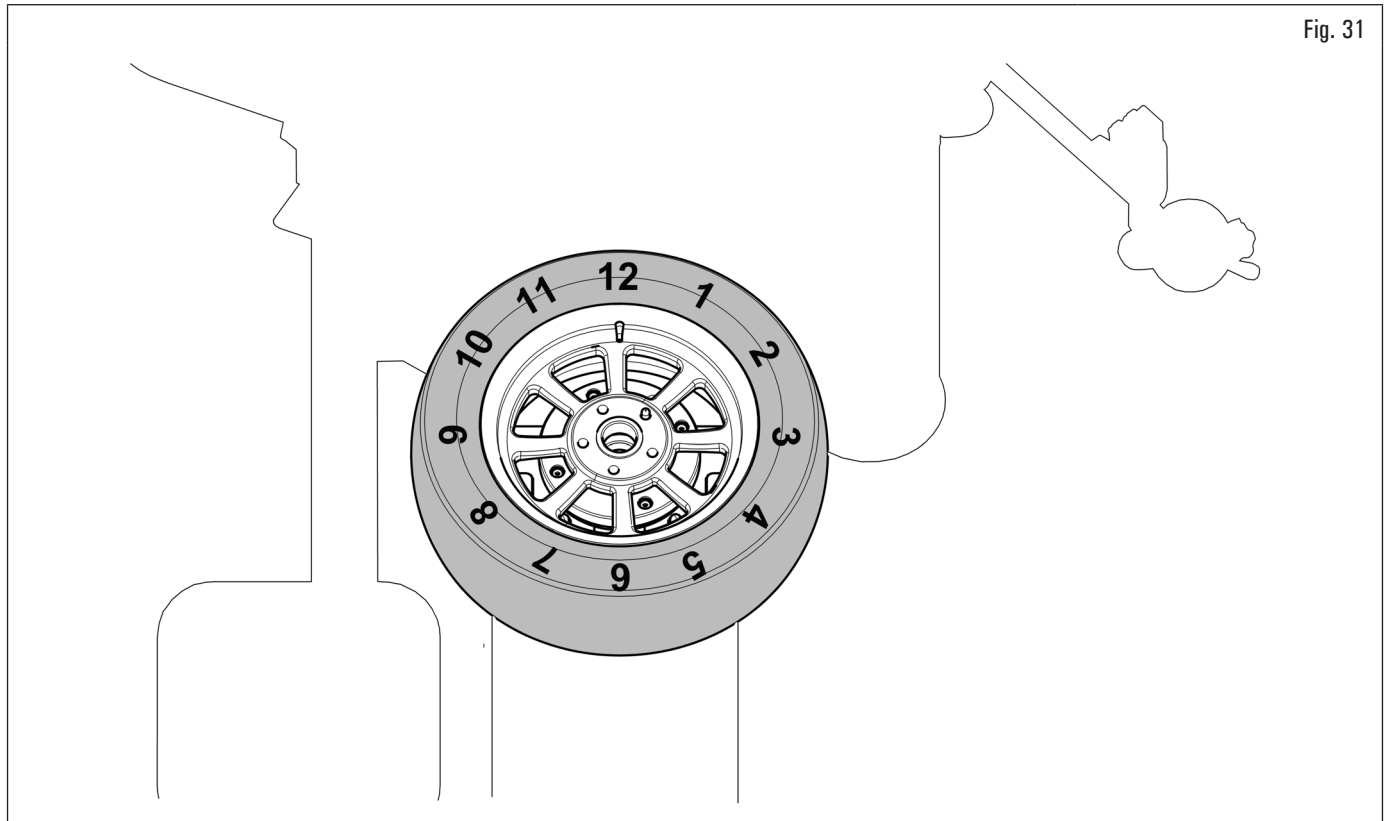

Fig. 31
-  Pour mieux expliquer les opérations, le positionnement des différents outils sur le pneu est indiqué par les phases horaires, où 12 heures est représentée en correspondance avec la colonne du démonte-pneu (Fig. 31).